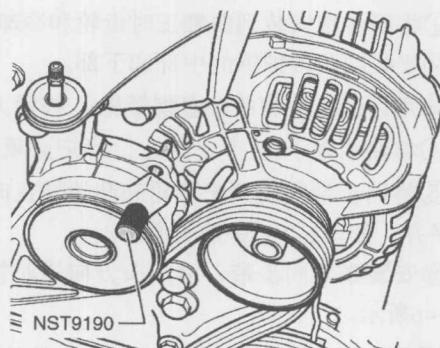

图1-1-2 锁位张紧器
- ③用定位芯棒NST-9190锁住张紧元件，如图1-1-2所示。
- ④取下多楔带，并取出定位芯棒。